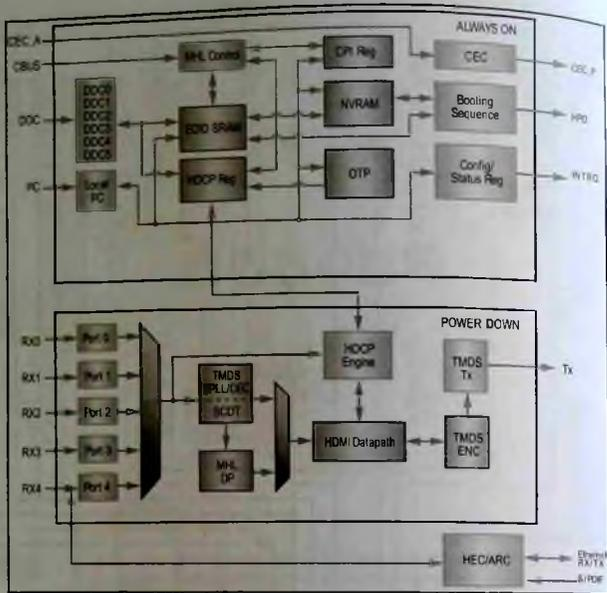

Рис. 5. Структурная схема коммутатора SII9387CTU
- IC905 — коммутатор сигналов интерфейса HDMI 1.4/DVI 1.0/HDCP 1.1 типа SII9387CTU фирмы Silicon Image. Микросхема обеспечивает коммутацию пяти HDMI и до 2-х входных портов MHL на HDMI-выход с разрешением 1080p/60 Гц и 720p/1080i/120 Гц. Структурная схема ИМС приведена на рис. 5. В рассматриваемых AV-ресиверах микросхема обеспечивает подключение HDMI-входов IN4 (VIDEO), IN2, IN1 к IC903 (см. выше).